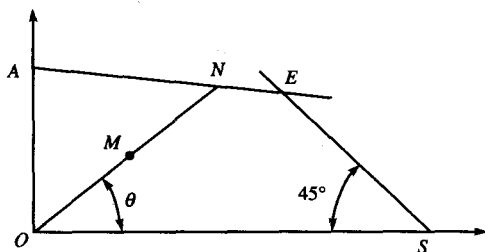

图 1-2-2 题 2A05 图 (二)
(9) 如图 1-2-2 所示极限应力图中,  $M$  为工作应力点, 应力循环特性  $r = \text{常数}$ ,  $ON$  线与横坐标轴间夹角  $\theta = 40^\circ$ , 则该零所受的应力类型为\_\_\_\_\_。